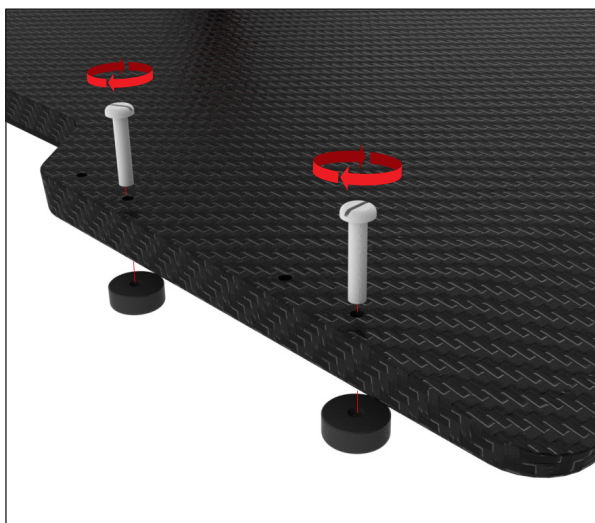

Fig. 18
2. Installer de 2 gjenværende plasseringsskivene på motsatt side av de første 2 skivene i de tilhørende hullene ved hjelp av 1/4-20 x 1 1/4" skruer (1 for hver) (fig. 18).